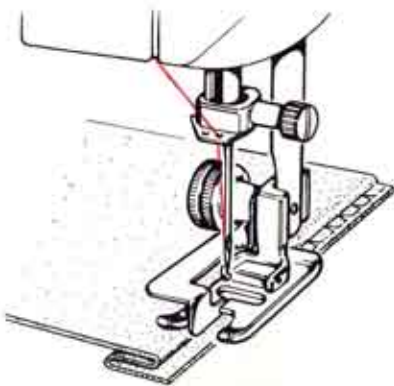

Abb. 17
16. Blindsaum/Blindstich (Abb. 17)